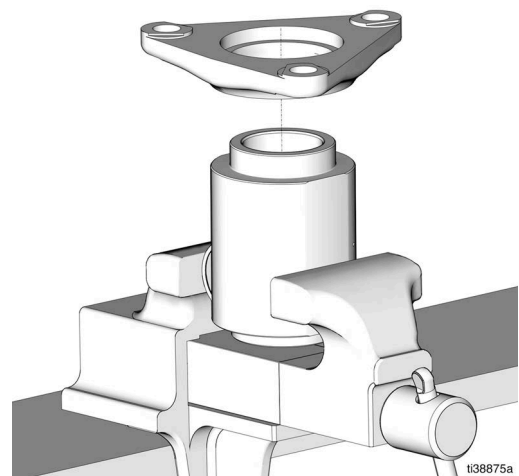

图 20
4. 将适配器上的孔与出口外壳上的销对齐，重新安装出口外壳适配器 (图 20)。